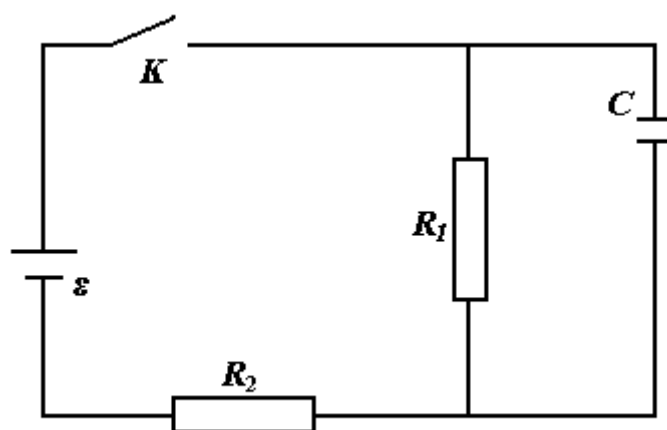

рис.12
28. Цепь на рис.12 состоит из источника с ЭДС \mathcal{E} и резисторов с сопротивлениями R_1 и R_2 , конденсатора емкостью C и ключа K , разомкнутого в начальный момент. Определите зависимость заряда конденсатора от времени после замыкания ключа. Внутренним сопротивлением источника пренебречь (рис.12).